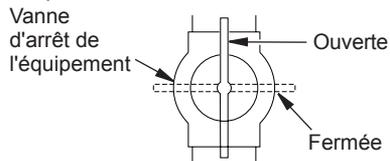

Figure 34 - Vanne d'arrêt de l'équipement
1. Fermez la vanne d'arrêt de l'équipement (voir figure 34).
1. Ouvrez la vanne d'arrêt de l'équipement (voir figure 34, page 25).